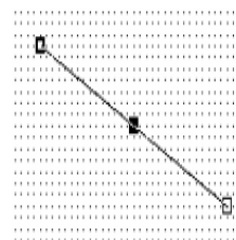

Рис. 8
1.2. Курсор изменит свой вид согласно изображению на кнопке. Установим курсор в предполагаемые координаты начала изображения шины и нажмем левую кнопку мыши (в дальнейшем - ЛКМ). После этого курсор примет форму, называемую "резиновая нить", начало которой "привязано" к координатам начала создаваемой шины, а конец сопровождает курсор мыши. При этом в концах "резиновой нити" находятся концевые маркеры - маленькие не закрашенные квадраты, а в центре - центральный маркер - квадрат черного цвета (Рис. 8).